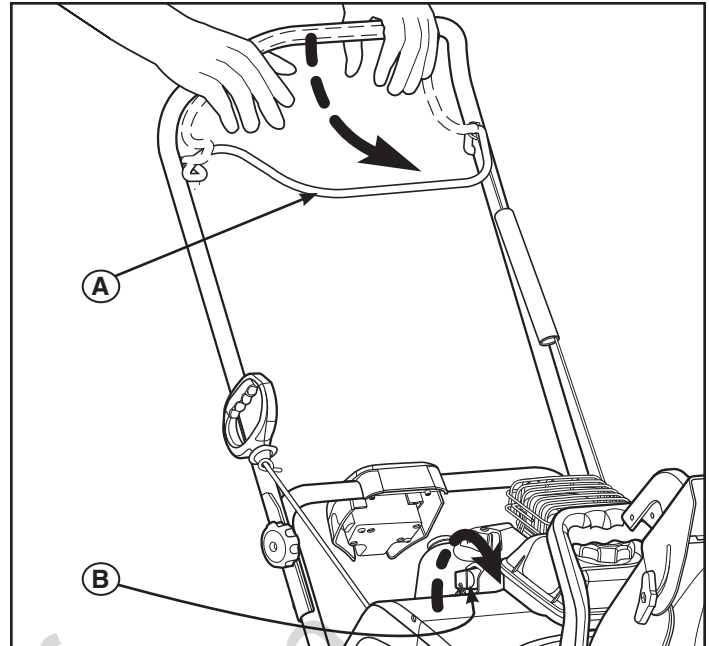

Figure 9
1. Relâchez la commande de tarière (A, Figure 9).
2. Mettez le commutateur MARCHE/ARRÊT (B) sur la position ARRÊT et retirez ou tirez la clé à tirette.
1. Démarrez la machine et embrayez la commande de tarière (A, Figure 9).